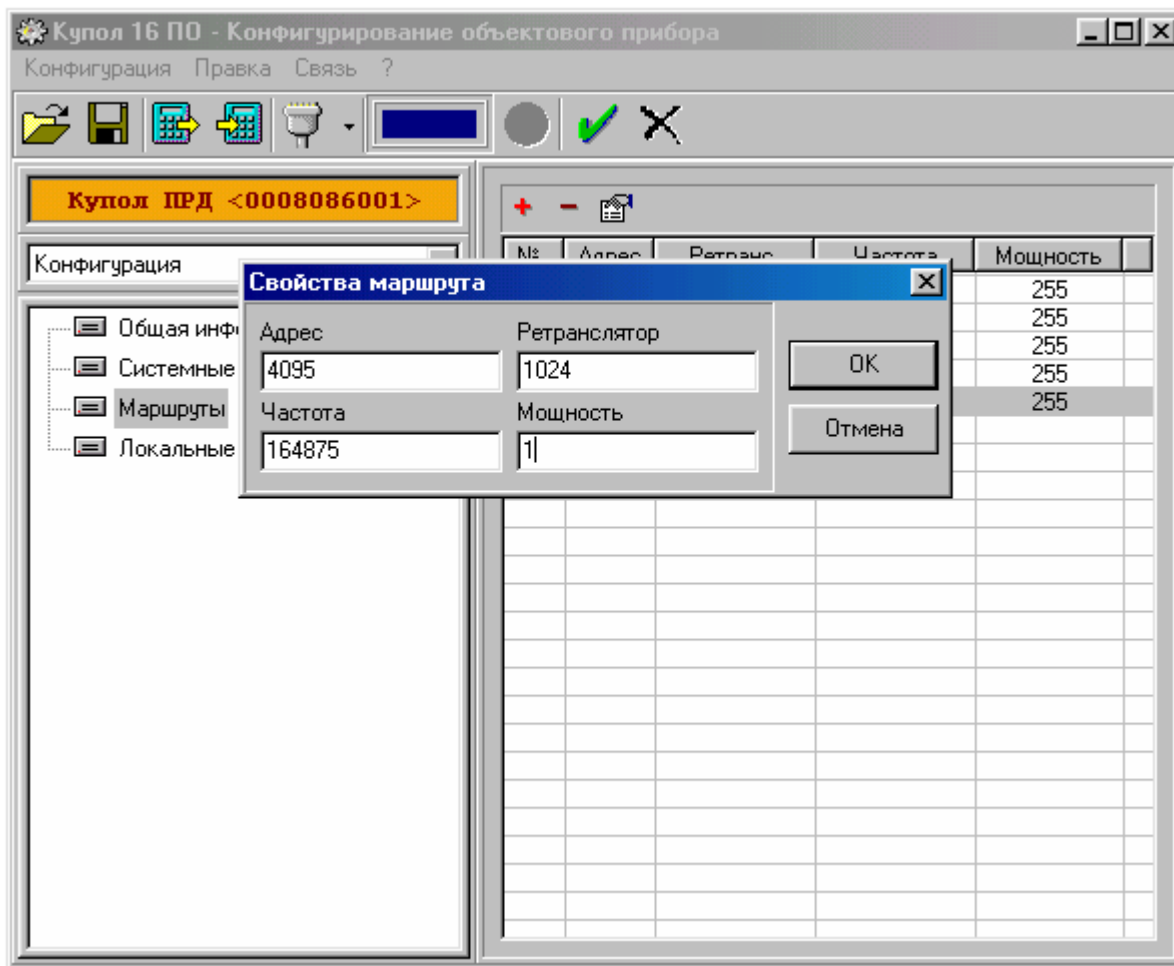

Рис. 10.4. Типовое окно создания нового маршрута.
10.2.4.2.2.1. Для создания нового маршрута нажмите кнопку  в окне редактирования маршрутов, после чего программа конфигурирования выведет окно со свойствами создаваемого маршрута. Типовое окно создания маршрута приведено на рис. 10.4.